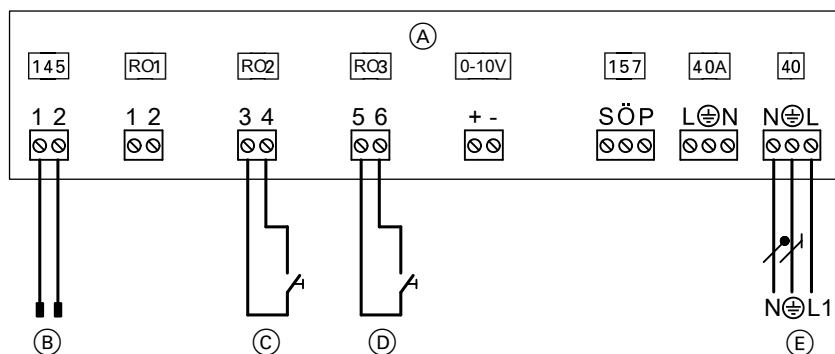

Fig. 61
- La extensia EA1 conform fig. 61